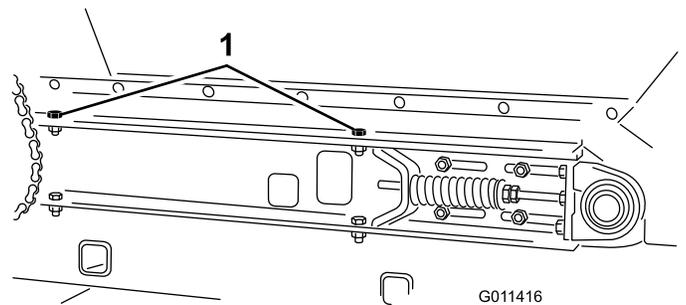

Bild 32
4. Entfernen Sie die zwei Kopfschrauben, Scheiben und Muttern an jeder Seite der Maschine, mit denen der Füllkasten an der Schiebepritsche befestigt ist (Bild 32).